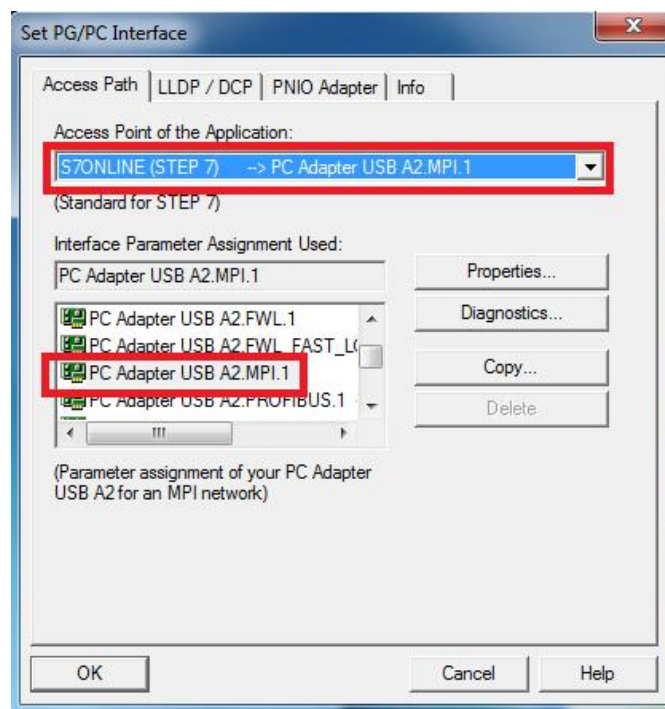

图 2-7
2. 如图 2-7 中，在 Access Point of the Application (应用程序访问点) 的下拉列表中选择 S7ONLINE (STEP7)，在 Interface Parameter Assignment Used 中选择 PC Adapter USB A2.MPI.1，然后单击右侧的 Properties 按钮，打开对话框。